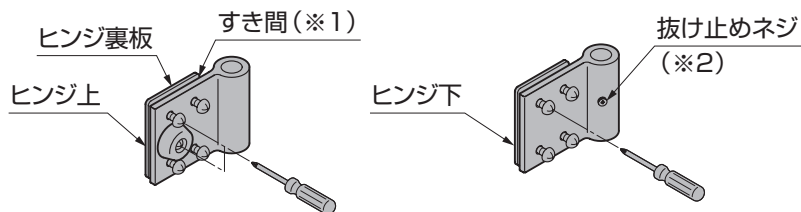

図4-1
①ヒンジ上・ヒンジ下それぞれのネジを緩めてヒンジとヒンジ裏板とのすき間(※1)を作ってください。(図4-1参照)